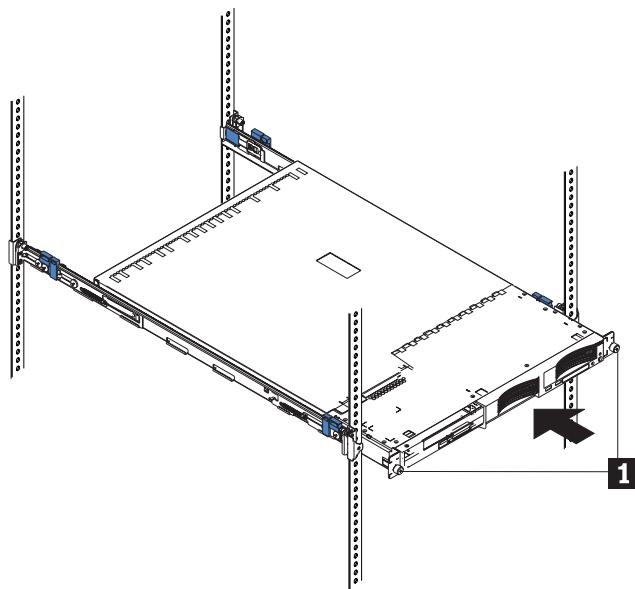

图 32. 将 SAN Volume Controller 安装到机架中
2. 拧紧这两个拴住的翼形螺钉 **1** (请参阅图 32)。